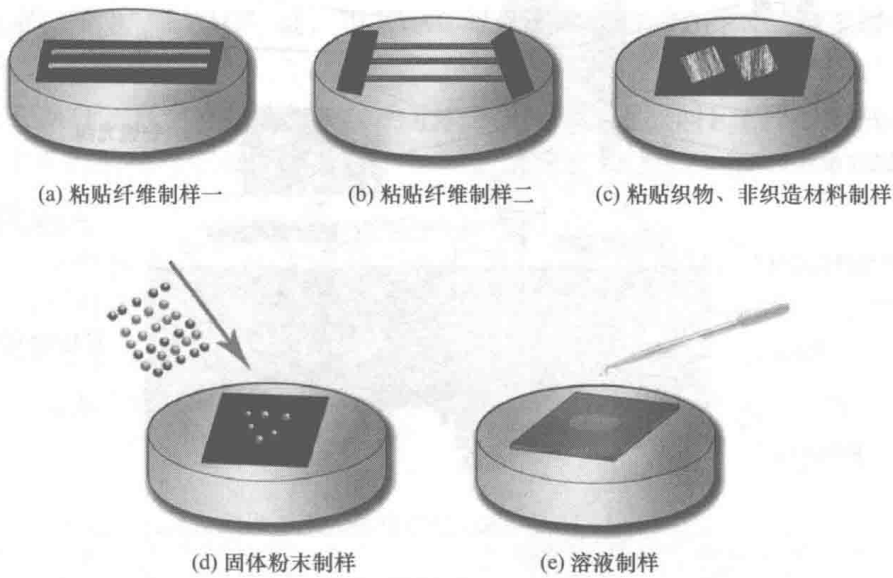

图 1-1-2 各类试样粘贴在样品台上图示
**1. 单纤维类样品** 首先把导电胶带贴到样品台上，而后直接把纤维粘贴到导电胶上，或者把纤维两端粘上导电胶 [图 1-1-2(a)、图 1-1-2(b)]。粘贴过程中一定要保证粘贴牢固，避免样品在样品舱内飘动或被电子枪镜头吸附。在低真空模式、减轻电荷模式下可以不喷金直接观看，也可以喷金 30s 再拍摄，获得更好效果。
**4. 静电纺丝样品** 静电纺丝样品多为微/纳米级纤维组成的膜状材料。如果观察纤维与纤维的关系, 可以直接剪下一块纤维膜粘贴在导电胶上, 再粘贴到样品台上 [图 1-1-2(c)], 但不宜过厚, 越厚的纤维膜需要喷金越多。如果只是观察与分析其中单根纤维的结构, 则使用导电胶粘贴纤维膜上的一部分纤维即可, 然后再粘贴到样品台上。如果量少可以不喷金, 量多需要喷金。
**5. 粉末、块状固体样品** 普通较小粉末样品, 可以使用牙签挑一点撒在贴有导电胶的样品台上 [图 1-1-2(d)]。使用洗耳球或者压缩空气吹落多余未粘牢的样品。有纳米细节或者分散不好的样品可以使用不溶解、不反应的液体超声分散, 而后直接滴在样品台上, 或者硅片上, 再粘到样品台上, 然后喷金。对于较大块状物体, 无特别需要, 建议将其粉碎后作为一般小粉末样品处理。
**6. 溶液样品** 溶液样品直接滴在样品台上, 或者滴到硅片、导电玻璃上, 再粘到样品台上 [图 1-1-2(e)]。保证溶液干透后再喷金。